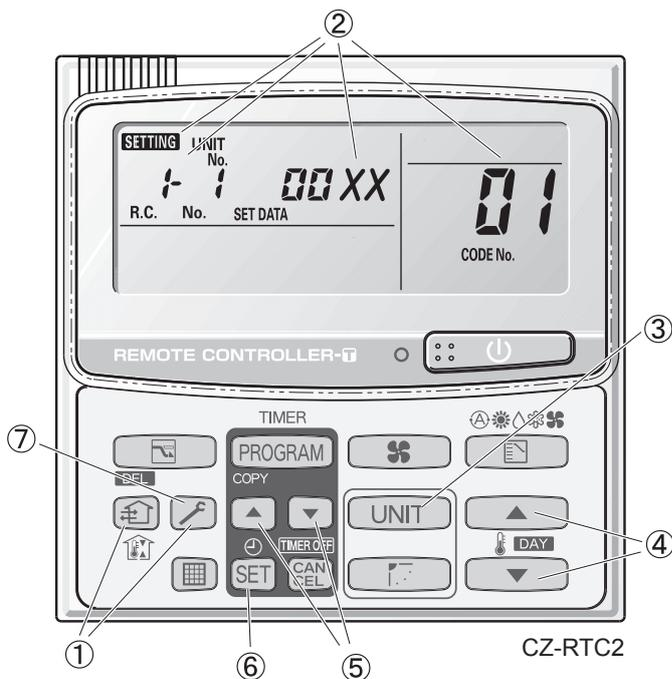

Fig. 7-1
- "SETTING", unidad No. "1-1" (o "ALL" en caso de control de grupo), código del elemento "01," y datos de configuración "00XX" parpadean en el display LCD del mando a distancia (Fig. 7-1). En este momento, el ventilador de la unidad interior (o los ventiladores de todas las unidades interiores en el caso de control de grupo) empiezan a funcionar.
- ① Mantener pulsados los botones  **SET** y **CAN CEL** simultáneamente durante 4 segundos o más.
- ② **"SETTING"**, unidad no. **"1"** (o **"ALL"** en caso de control de grupo), código del elemento **"01"**, y datos de configuración **"00XX"** aparecen parpadeando en el display LCD del mando a distancia (Fig. 7-1).